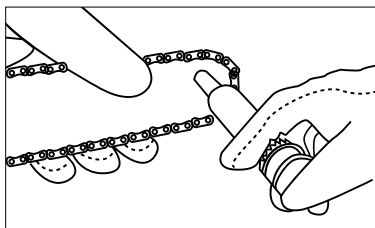

Рис. 28
3. Поместете иглообразна дюза на спринцовката в отворствие за смазване и инжектирайте смазку докато тя не се появи на външния ръб на верижното зъбно колело на шината (рис. 28).